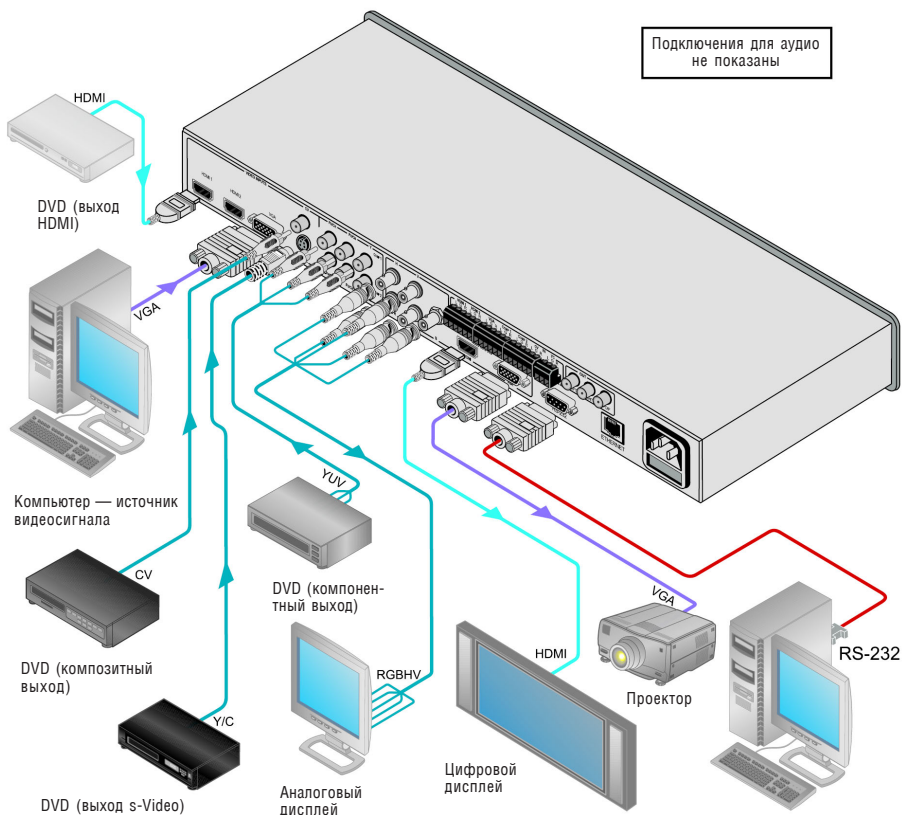

Рис. 2. Подключение источников и приемников сигнала
Подключение источников и приемников сигнала к **VP-437x1** иллюстрирует пример на рис. 2. В примере использованы не все входы; можно использовать любой набор входов или все входы прибора.
3. Подключите источники стереофонического небалансного аудиосигнала к клеммному блоку (при необходимости; на рис. 2 не показаны)
5. Подключите аудиовыходы (при необходимости; на рис. 2 не показаны)
6. Вставьте сетевой шнур (на рис. 2 не показан)